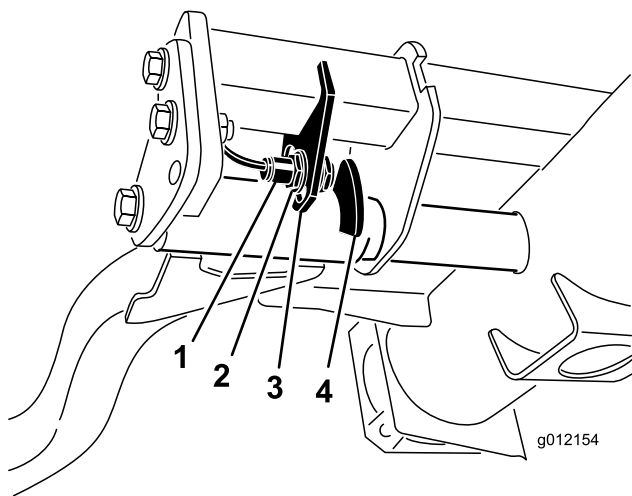

Figura 42
2. El interruptor del brazo de elevación está situado debajo del depósito de aceite hidráulico y detrás del brazo de elevación delantero derecho (Figura 42).
3. Afloje la tuerca de montaje del interruptor (Figura 42) y desplace el interruptor hacia abajo dentro de la ranura de ajuste para aumentar la altura de giro del brazo de elevación, o mueva el interruptor hacia arriba en la ranura de ajuste para reducir la altura de giro del brazo de elevación. Apriete la tuerca de montaje.